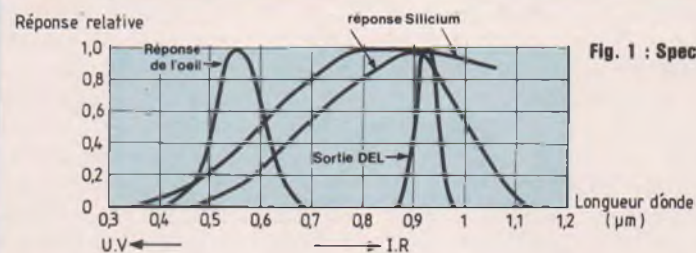

Fig. 1 : Spectre en longueur d'onde.
res. Les longueurs d'ondes situées en dessous de la bande visible s'appellent les ultra-violetes ou UV, alors que les longueurs d'ondes situées au-dessus sont appelées infra-rouge ou IR. La figure 1 présente l'ensemble des longueurs d'ondes présentes ainsi que la réponse de certains capteurs comme l'œil ou les photodiodes. On peut voir, par exemple dans ce graphique, que l'œil est sensible aux longueurs d'ondes situées entre 400 et 700 nm alors qu'une photodiode silicium présente un maximum de sensibilité pour une longueur d'onde voisine de 800 nm. Les techniques retenues pour transmettre des informations à l'aide de la lumière sont similaires à celles utilisées avec les ondes radio. De la même façon, différents types de modulations peuvent être mis en œuvre : modulation d'amplitude (AM), modulation de fréquence (FM), ou modulation numérique (PCM). La modulation numérique est la plus simple à réaliser. Elle consiste à envoyer une lumière modulée par un signal à 40 kHz pour représenter un «1» logique et une extinction complète pour représenter un «0». Le choix de la fréquence de 40 kHz permet au récepteur de différencier les rayons IR présents dans l'atmosphère (source de bruit) et les rayons IR supports de l'information. Les différentes sources de bruit sont bien sûr les lampes néon qui émettent des éclairs à 100 Hz, mais aussi les écrans de télévision, ou dans notre application le moniteur vidéo, qui rayonnent aux alentours de 15 kHz. Toutes les sources de lumière ne peuvent pas être modulées à une